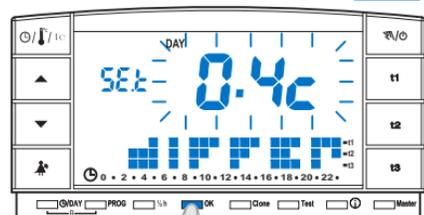

Abb. 37
- Sobald der gewünschte Wert erreicht ist, 2 Mal OK drücken, um zum aktuellen Programmbetrieb zurückzukehren (Beispiel in Abb. 37).